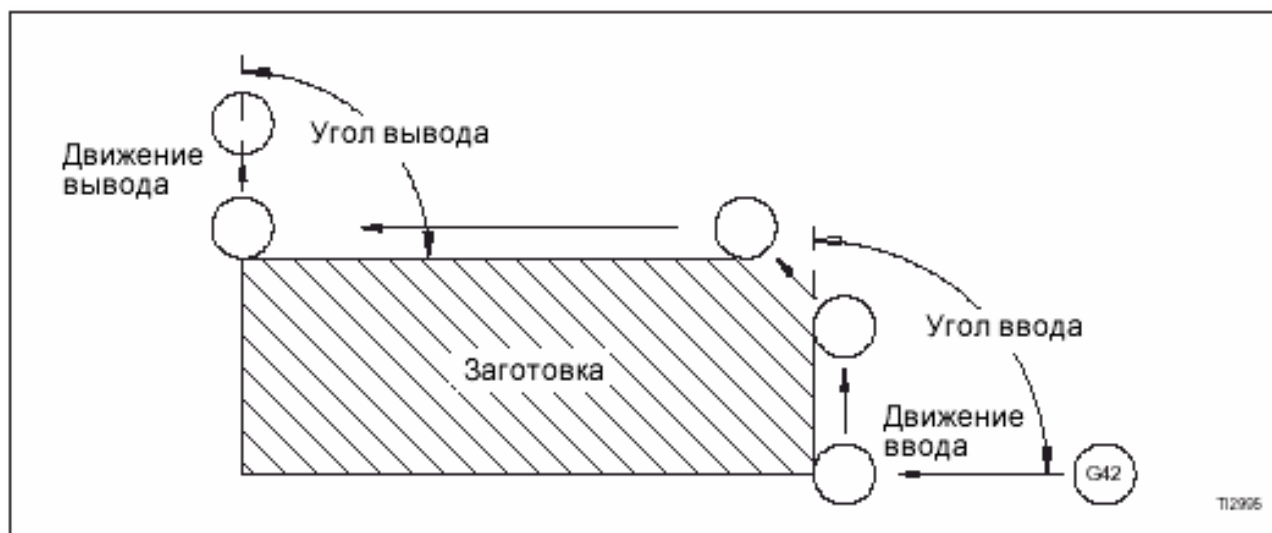
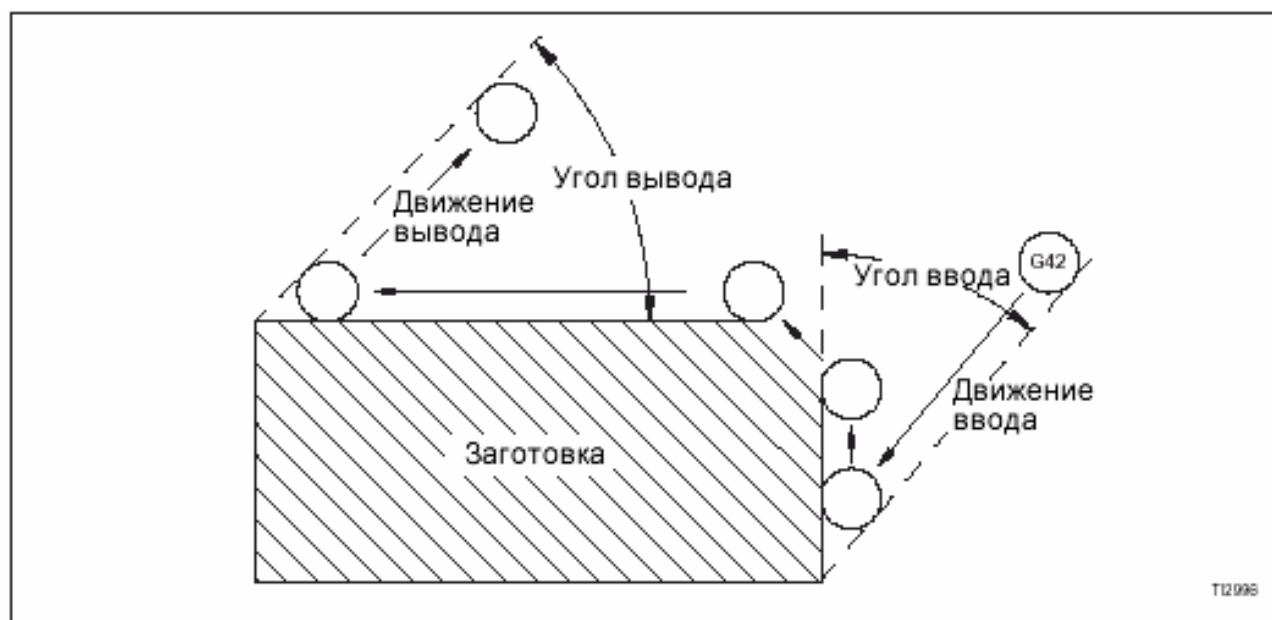

Рис. 2.5 – Правильное перемещение оси.
Рис. 2.6 - Неправильное перемещение оси и «запирание инструмента»
Угол перемещения при вводе и выводе должен быть равен (или более)  $90^\circ$ . См. Рис. 2.5 – Правильное перемещение оси. Если угол меньше  $90^\circ$ , инструмент может быть «заперт». Когда инструмент «заперт», он не достигает запрограммированной конечной точки. См. Рис. 2.6 - Неправильное перемещение оси и «запирание инструмента».
3. Ввод в заготовку должен быть больше (или равен)  $90^\circ$  относительно направления резания. См. Рис. 2.5, угол ввода.
4. Вывод из заготовки должен быть больше (или равен)  $90^\circ$  относительно направления резания. См. Рис. 2.5, угол ввода.